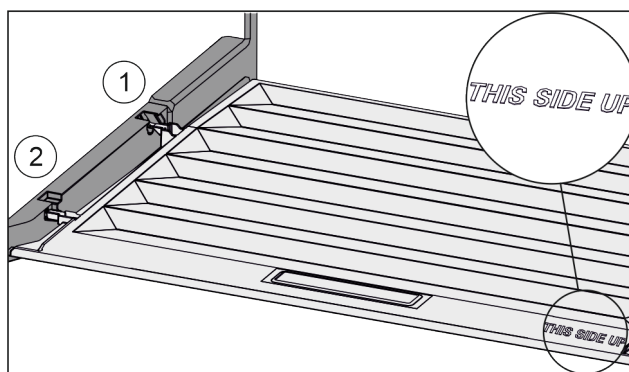

Fig. 143
- ▶ Výstupky víka zavedte do zadních držáků Fig. 143 (1) a vpředu zaklesněte do držáku Fig. 143 (2).